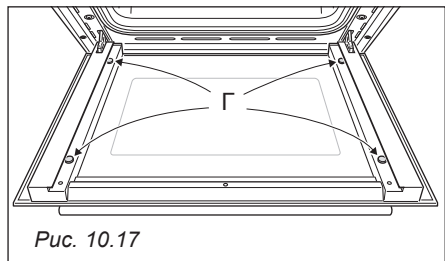

Рис. 10.17
- Убедитесь в правильности размещения 4 (четырех) вкладышей из силиконового каучука Г (Рис. 10.17).